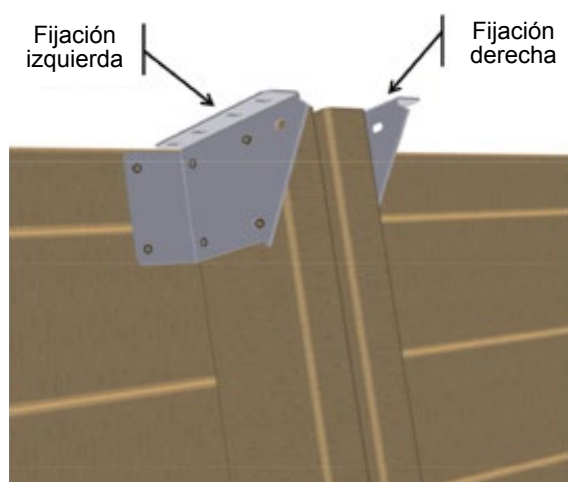

Figura 17 – Colocación de los herrajes en la parte superior de los puntales
- En la parte superior de los 8 puntales de metal y dos puntales de madera, configure seis herrajes «derechos» y seis herrajes «izquierdos» del kit «Piezas de fijación» de acuerdo con la **Figura 17**. Use 6 tornillos torx de acero inoxidable 6 × 20 A2 (bolsa G) por herraje, para un total de 96 tornillos.